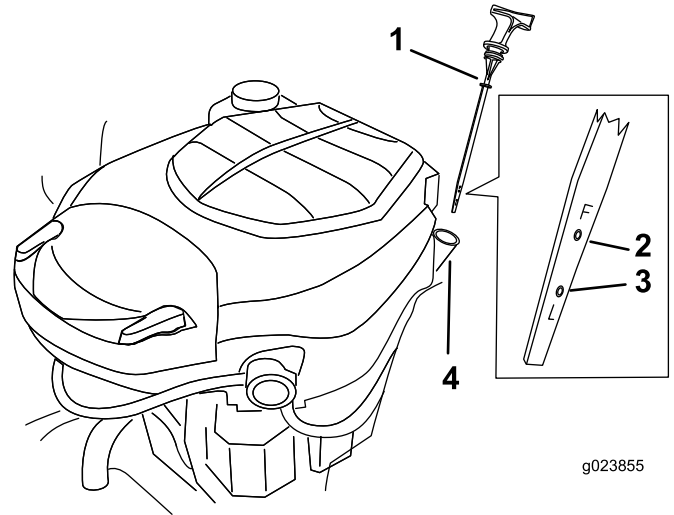

Figura 29
- Retire la varilla de aceite y límpiela de aceite (Figura 29).
- Retire la varilla y compruebe el nivel de aceite (Figura 29).
8. Retire el tapón de llenado/varilla de aceite (Figura 29).
18. Vierta lentamente un 80% aproximadamente de la cantidad especificada de aceite por el tubo de llenado (Figura 29).
19. Instale el tapón de llenado/varilla de aceite (Figura 29).
20. Compruebe el nivel de aceite (Figura 29).
22. Instale el tapón de llenado/varilla de aceite (Figura 29).